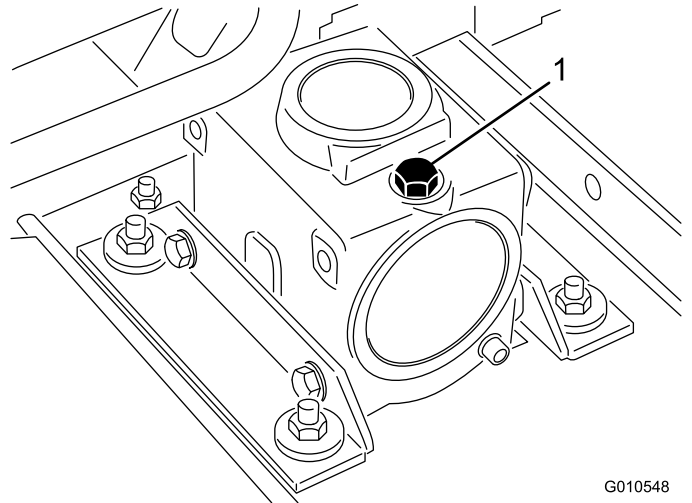

Figure 20
2. Placez la machine et l'unité de coupe sur une surface plane et horizontale, et abaissez l'unité de coupe. Retirez le bouchon de remplissage-jauge au sommet du boîtier d'engrenages (Figure 20) et vérifiez que le niveau de lubrifiant se situe entre les repères sur la jauge. Si le niveau est trop bas, faites